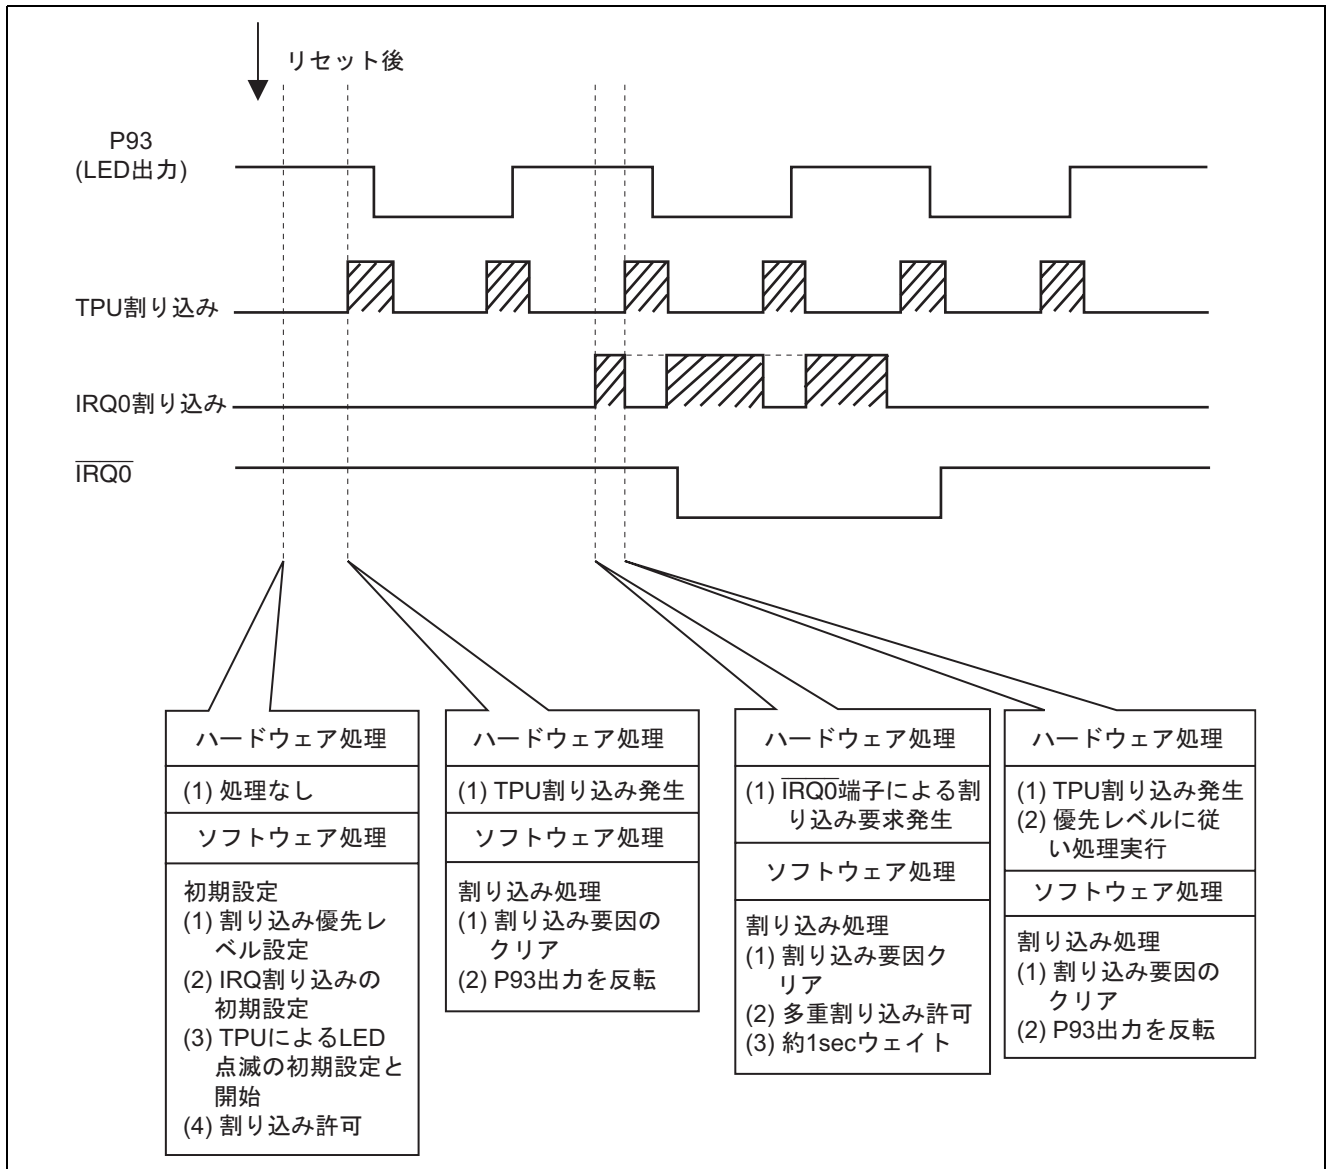

図3 動作説明
- 図3に動作説明を示します。図3に示すハードウェア、ソフトウェア処理により、割り込み優先順位多重割り込み処理を行います。(PB1が"0"のときTPU割り込みが優先され、PB1が"1"のときIRQ0割り込みが優先されます。)